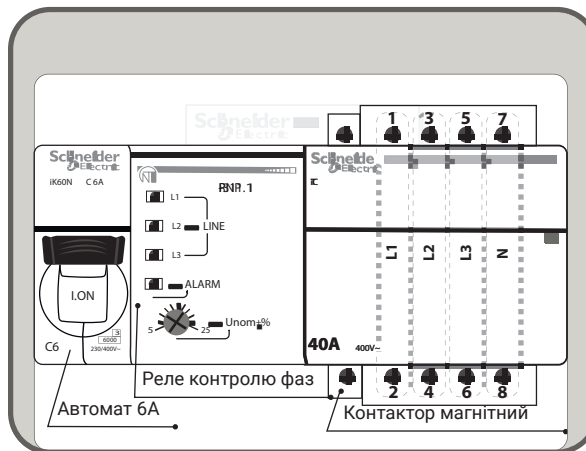
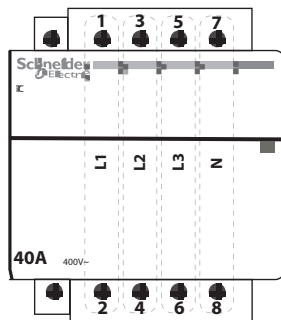
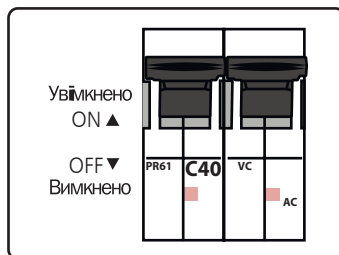

Рис. 1 Схематичне зображення БКФ
Рис. 2 Контактор магнітний
Рис. 3 Автомат вмикання
БКФ складається з **автоматичного вимикача** (Рис.1: Автомат 6А), **реле контролю фаз** (Рис.1: Реле контролю фаз) і **магнітного контактора номінального струму БКФ на фазу** (Рис.2: Контакт магнітний). Номінальна потужність залежить від того, для якого комплексу стабілізаторів призначений БКФ. Наприклад, якщо підключити три стабілізатора напруги Quant-14 кВт, номінальний струм становить 63А.
**⚠ УВАГА!** На магнітному контакторі, на лицьовій стороні (Рис. 2), повинно бути вказано значення струму, аналогічне тому, що на автоматі включення (Рис.3). Значення струму на магнітному контакторі може відрізнятися в більшу сторону (Контактор на 63А, а стабілізатор на 50А), але **НИКОЛИ НАВПАКИ!** Це може привести до несправності і вигорання БКФ!